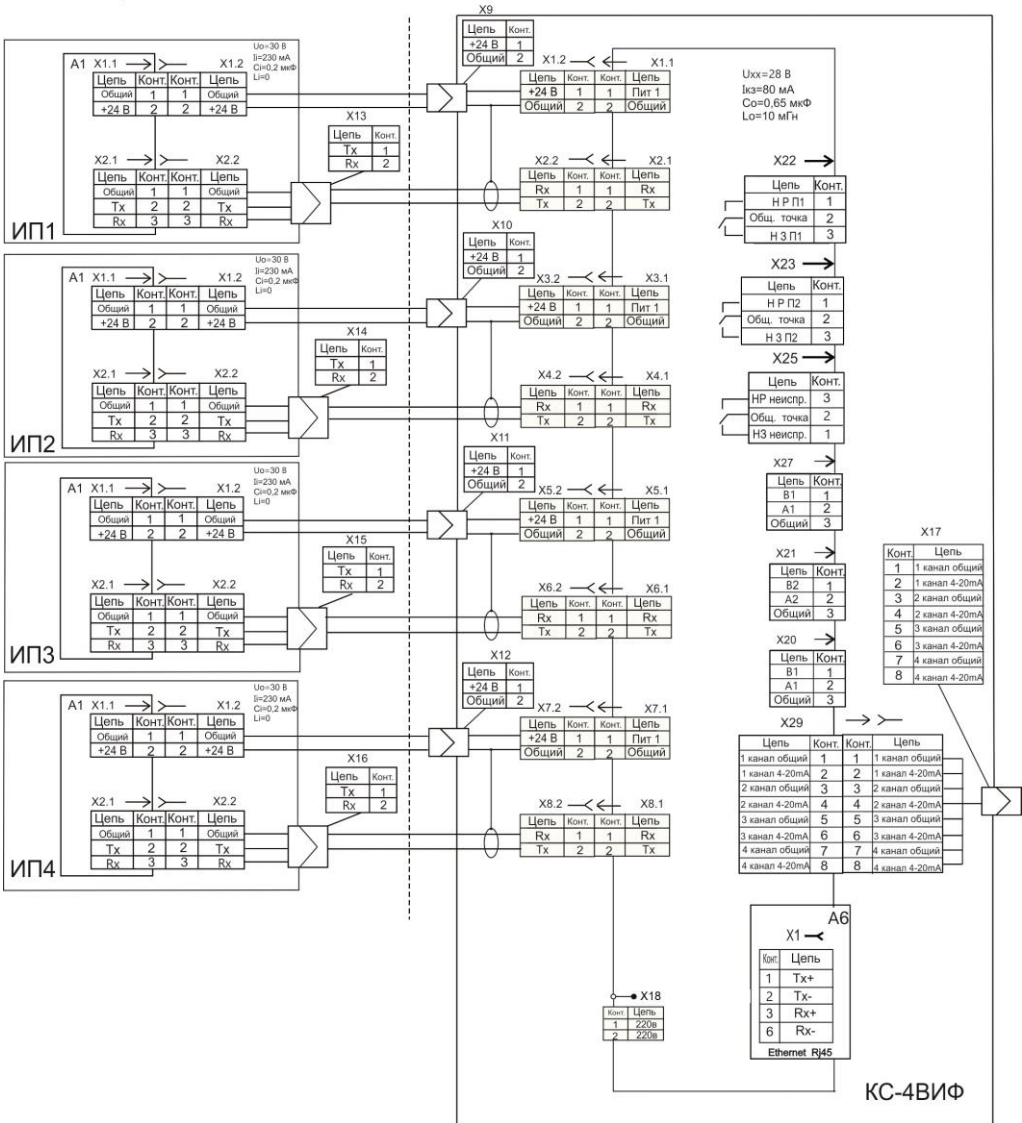

Рис. 10. Схема подключения ИП к блоку KS
2.1.2.5. Подключите ИП к блоку КС в соответствии с электрической схемой, представленной на рис. 10, используя кабели, указанные в таблице 4.